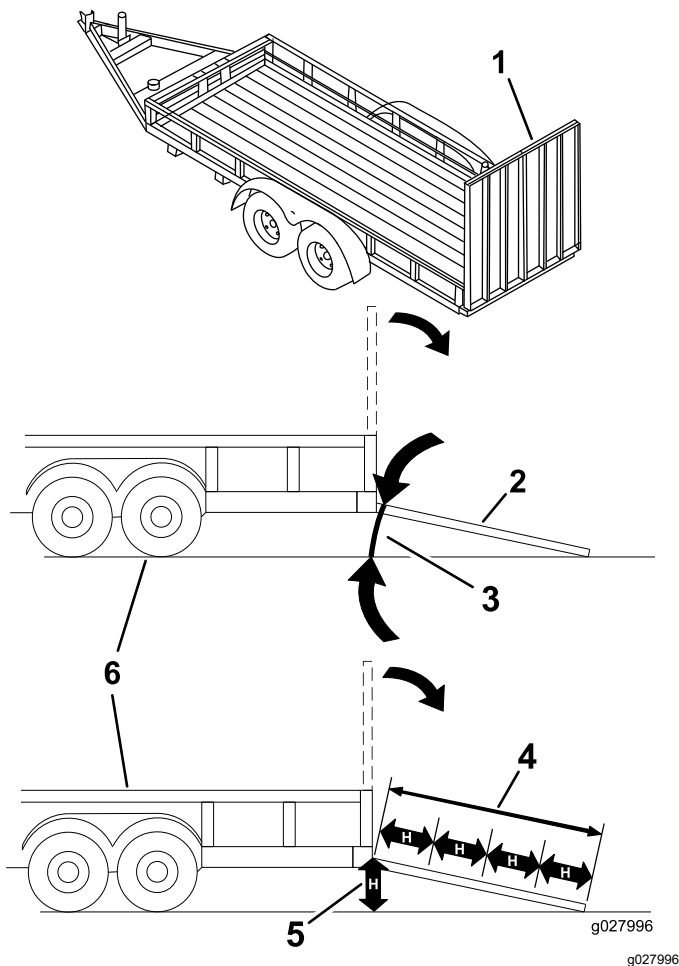

Figura 32
Încărcarea unei mainii pe o remorcă sau un camion crește riscul de răsturnare i poate cauza răni grave sau moartea (Figura 32).
3. Coborâi rampa, asigurându-vă că unghiul dintre rampă și sol nu depășește 15 grade (Figura 32).
1. Coborâi rampa, asigurându-vă că unghiul dintre rampă și sol nu depășește 15 grade (Figura 32).